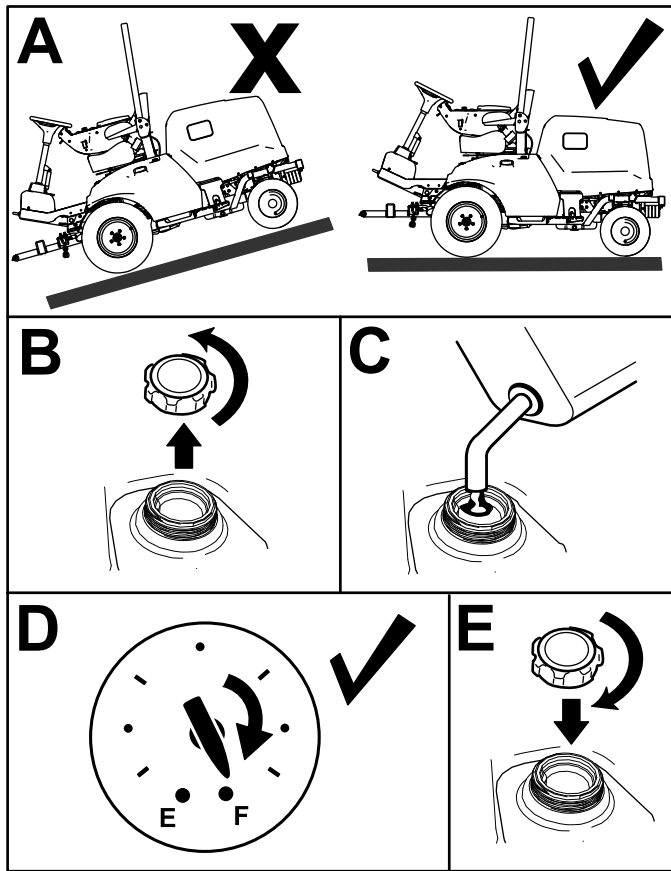

Figura 30
1. Aparque la máquina en una superficie nivelada (**Figura 30**), ponga el freno de estacionamiento, apague el motor y retire la llave